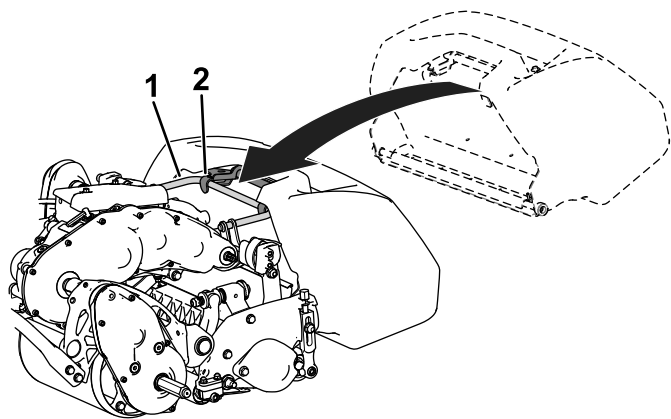

Figura 4
2. Guidate il coperchio del cesto tra le piastre laterali dell'apparato di taglio e sopra il rullo anteriore (*Figura 4*).
3. Installate i ganci del cesto sull'anello del telaio (Figura 4).